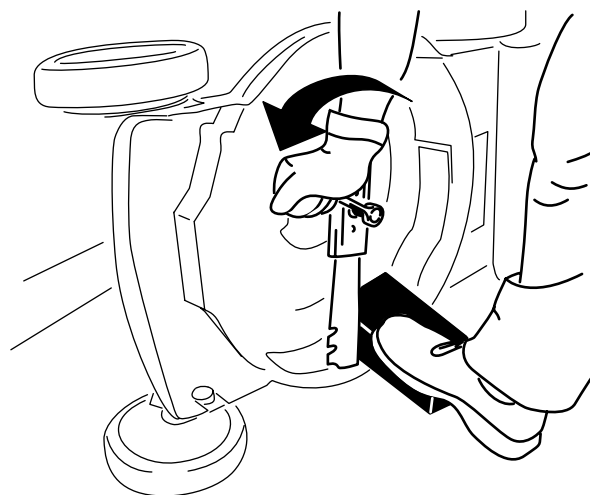

Bild 25
- Stabilisieren Sie das Messer mit einem Holzblock (Bild 25).
- Nehmen Sie das Messer ab und bewahren Sie alle Befestigungsschrauben auf (Bild 25).